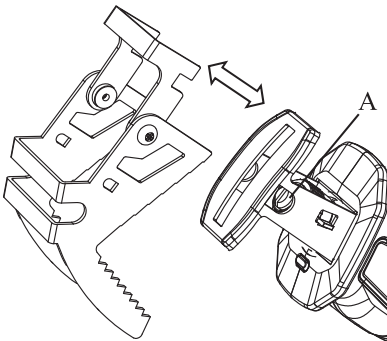
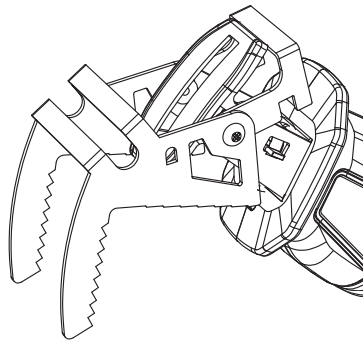
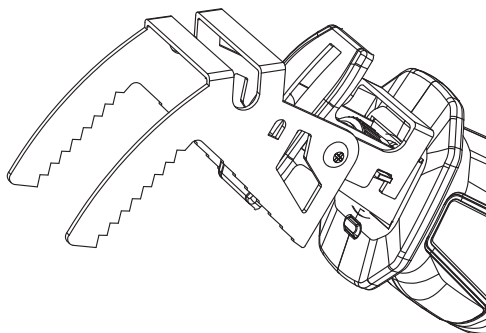

Figure 4
Figure 5
Figure 6
Lors de l'installation de la mâchoire de serrage, encliquez la mâchoire de serrage dans la fente selon la direction de la figure 4(A); après son insertion, faites-la pivoter dans la boucle selon la direction de la figure 5(B) et fixez l'ensemble de la structure. L'effet de rendu final est illustré à la figure 6.